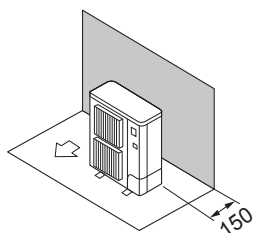

Fig. 2-3
- ① Obstáculos apenas na parte de trás (Fig. 2-3)